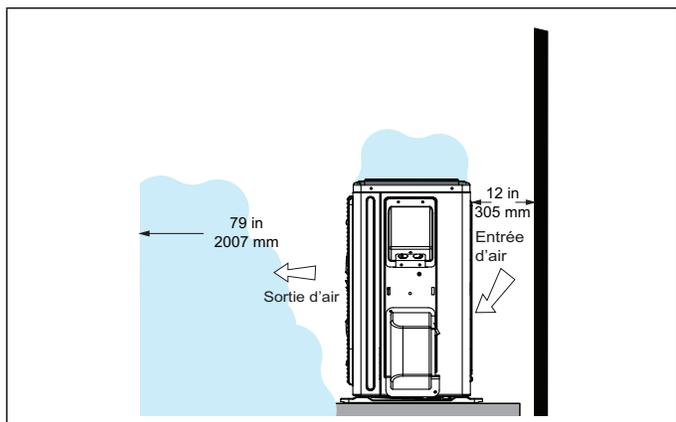

Figure 17. Débit d'air d'une unité extérieure obstrué par de la neige
- Dans certaines régions fortement enneigées, ne pas placer l'unité là où la neige peut s'accumuler comme illustré à la «Figure 17. Débit d'air d'une unité extérieure obstrué par de la neige» à la page 11.